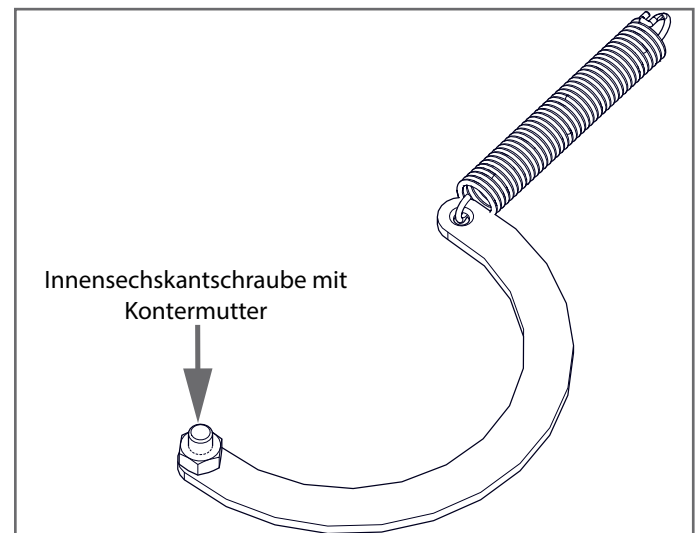

Abb.:4.2
- Kontermutter wieder aufsetzen (noch nicht vollständig festziehen). Rückzugfeder am Rückzugsbügel einhängen. (Abb.:4.2)